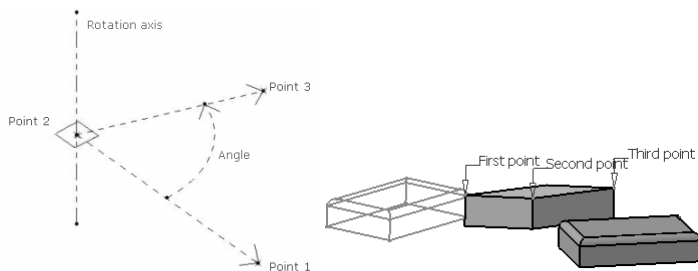

图 3-114
- Three Points (三点) 方式: 旋转轴通过 3 点创建的平面的法线方向, 经过第二点、第二点和第一点的连线与第二点和第三点的连线之间的夹角定义角度, 如图 3-114 所示。